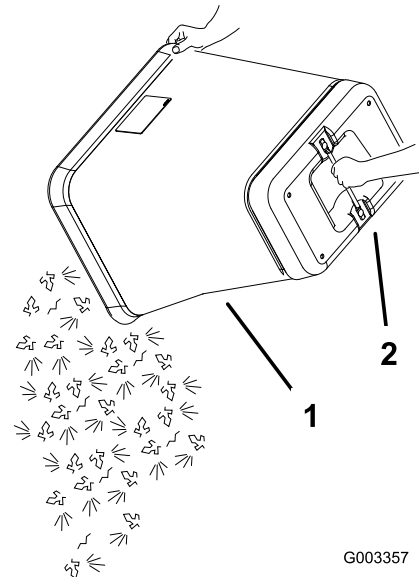

Bild 25
6. Fassen Sie den Griff unten am Grasfangkorb an und drehen den Grasfangkorb zum Entleeren um (Bild 25).